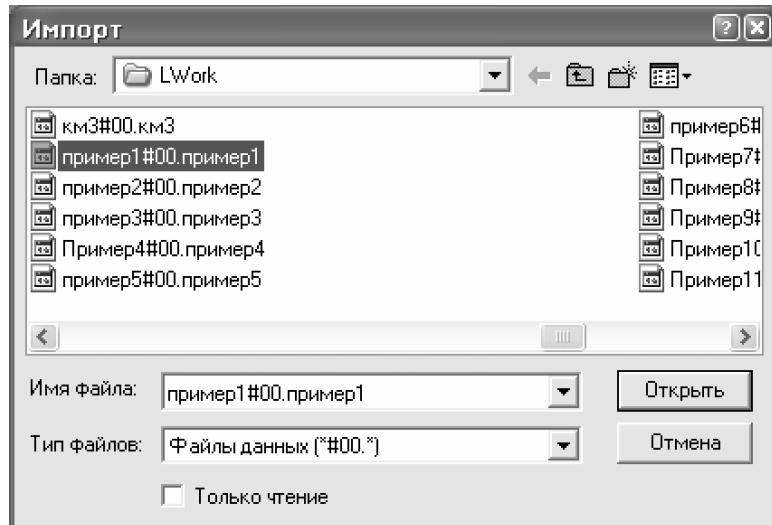

Рис.1.20. Диалоговое окно Импорт
- В диалоговом окне **Импорт** (рис. 1.20) выделите файл **пример1#00.пример1**.